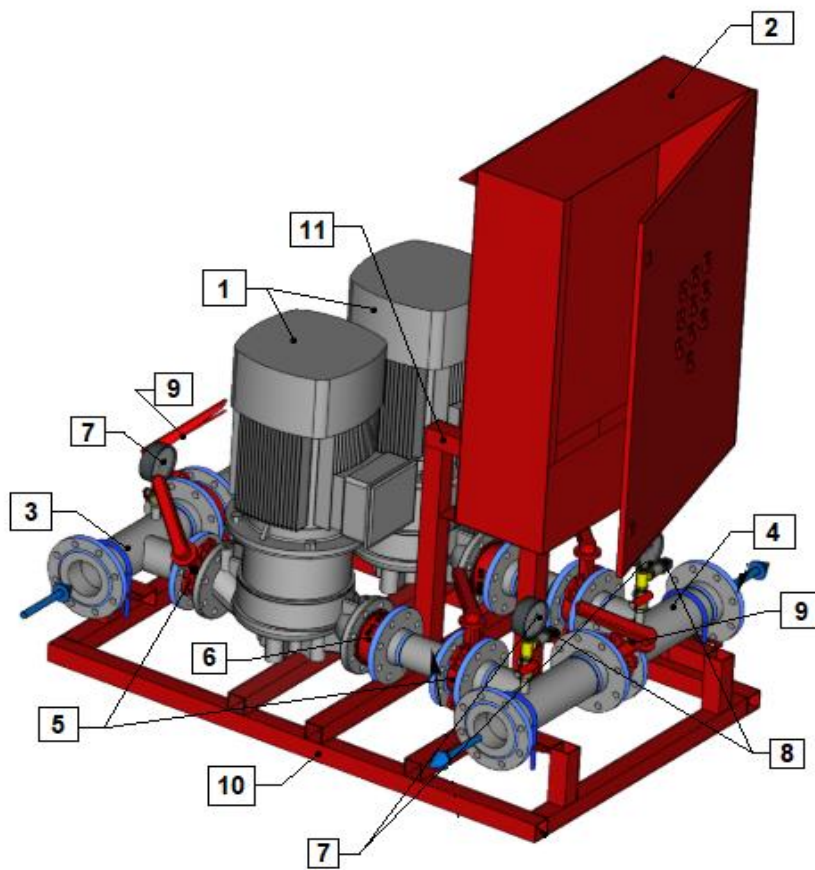

Рисунок 2 — Внешний вид установки насосной тип WaterJump-FS
Узел 1. Гидравлические и механические компоненты установки (см. рис.2): Установка размещена на каркасной раме (10). Она состоит из высоконапорных центробежных насосов (1), которые объединены с помощью всасывающего (3) и напорного коллекторов (4). На каждом насосе на стороне всасывания и нагнетания установлены дисковые затворы с сигнализаторами положения (5), на стороне нагнетания установлен обратный клапан (6) и преобразователь давления (8). Преобразователь давления (8) может быть смонтирован в корпус насоса (1) или отсутствовать при соответствующей маркировке установки. На обоих коллекторах установлены манометры (7) и преобразователи давления (8) с необходимым резервированием, а также разделительные дисковые затворы с сигнализаторами положения (9). При соответствующей маркировке насосной станции дисковые затворы отсутствуют.